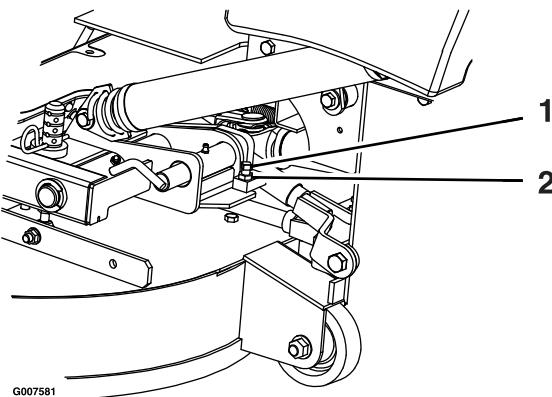

Figura 60
2. Afloje la contratuerca y gire el tornillo de tope en sentido horario hasta que el pestillo de bloqueo esté apretado y no pueda girarse a mano (Figura 60).